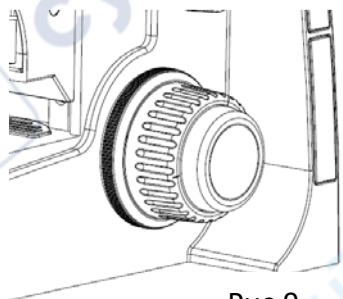

Рис.9
2. Использование упрощенной ручки предварительной фокусировки (рис. 9).